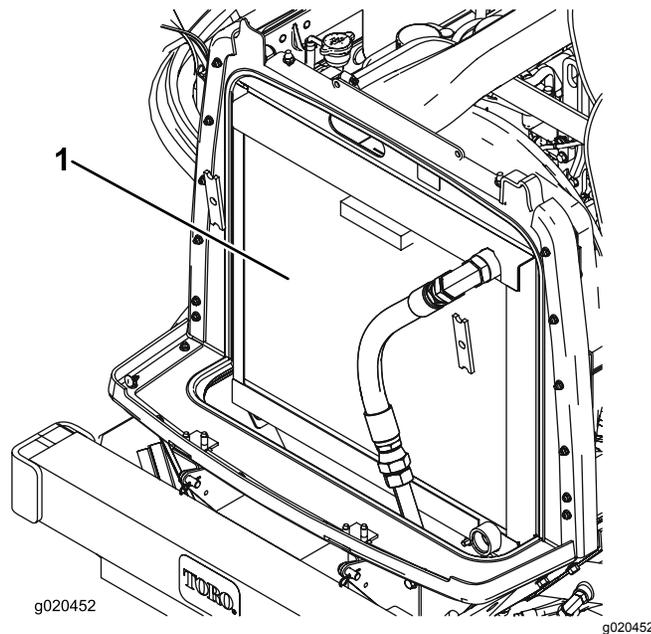

Рисунок 96
3. Тщательно очистите сжатым воздухом область с обеих сторон радиатора и маслоохладителя (Рисунок 96).